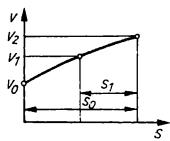

Bild 97
- 2.32** Bild 97 zeigt das v, s -Diagramm. Gesucht sind die Anfangsgeschwindigkeiten v_0 und v_1 bei bekannter Endgeschwindigkeit v_2 sowie Beschleunigungsstrecke s_0 bzw. s_1 . Aus (2.8) folgt